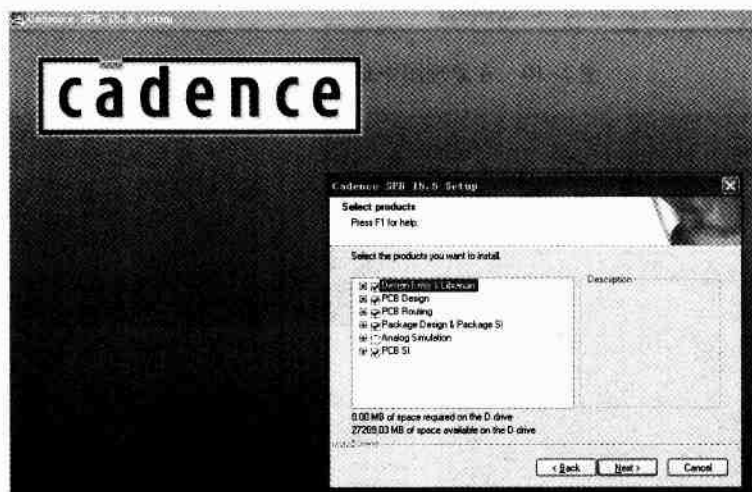

图 1-8 安装选择对话框
- 5) 如图 1-8 所示，选择安装 Cadence 模块产品，单击“Next”按钮。